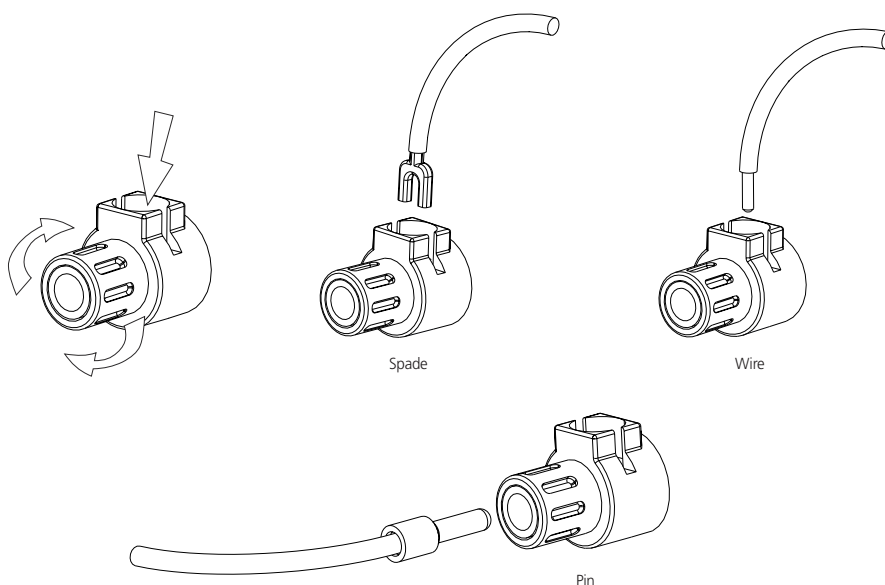

Figura 2
Collegare i cavi provenienti da uno dei diffusori ai morsetti "+" e "-" che si trovano sul pannello posteriore dell'amplificatore NAD serie CI. In ogni canale, il morsetto rosso è l'uscita "+" positiva ed il morsetto nero è l'uscita "-" negativa o "di terra" (vedere Figura 2).
- 1 Connettori a perno: un connettore a perno è un alberino in metallo sottile aggraffato o saldato sulla terminazione di un cavo. L'alberino filettato di ciascun serrafilo contiene un'apertura che accoglie i connettori a perno fino a 3 mm. di diametro. Svitare la boccola in plastica che si trova su ciascun morsetto in modo da lasciare esposto il foro nell'alberino in metallo. Inserire il connettore a perno attraverso il foro e girare la boccola in senso orario fino a serrarla (vedere Figura 2).
- 2 Capocorda a forcilla: svitare la boccola in plastica, inserire la forcilla ad U nello spazio ovale e stringere la boccola su di essa (vedere Figura 2).
- 3 Cavi nudi: separare i due conduttori del cavo (se forniti a coppia) e spelare mezzo pollice (1 cm.) di isolante da ciascuno di essi. In ogni conduttore, attorcigliare insieme i trefoli esposti. Svitare le boccole in plastica per "+" e "-", inserire il cavo nudo attraverso il foro nell'alberino in metallo e stringere la boccola in plastica fino a che non serri saldamente il cavo (vedere Figura 2). Verificare per assicurarsi che nessun trefolo lasco tocchi lo chassis o un morsetto vicino. **Stringere nuovamente la boccola dopo una settimana circa per assicurarsi di eliminare l'eventuale gioco prodottosi nel frattempo.**